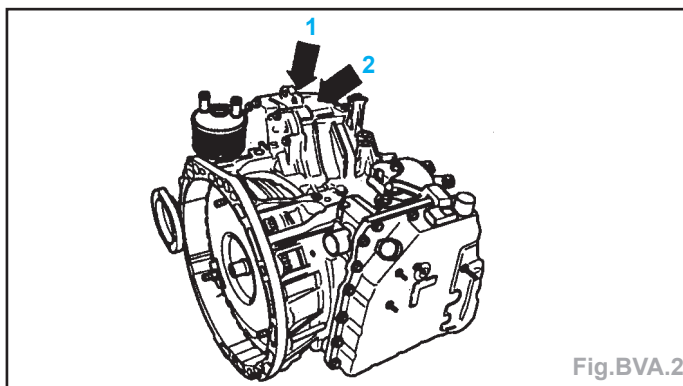

Fig.BVA.2
- Lettres-repères de la boîte de vitesses (flèche 1) (Fig.BVA.2).